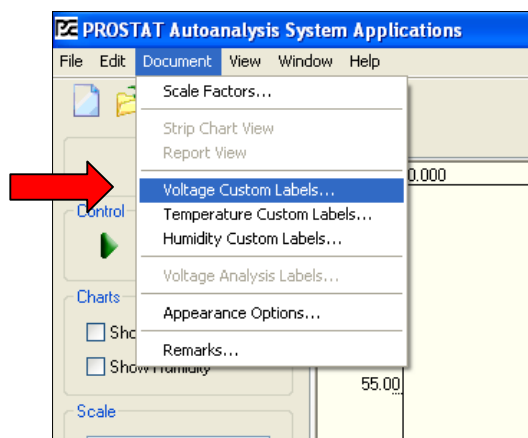

図14: チャート上の電圧ラベルとラインをカスタマイズできます。
2. **Voltage Custom Labels** を選択しクリックして下さい。（図14を参照）